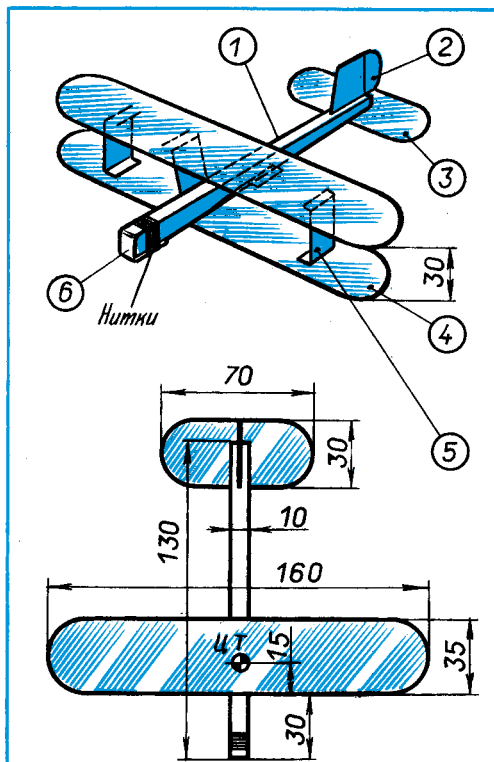

Рис. 66. Планер «Биплан».
**Биплан.** Эта модель хорошо летает, в полете она выглядит очень красиво (рис. 66). При желании размеры модели можно пропорционально увеличить — на летные характеристики это не повлияет.